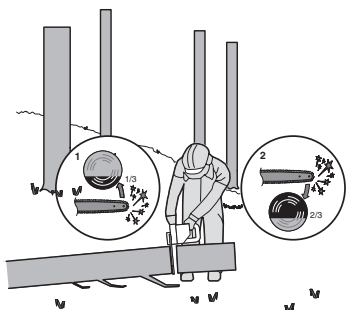

Figura 4
Si el tronco está apoyado por un extremo, tal como se muestra en la figura 4, corte $1/3$ del diámetro por la parte inferior (1). A continuación, realice el corte de acabado cortando por la parte superior hasta llegar al primer corte (2).